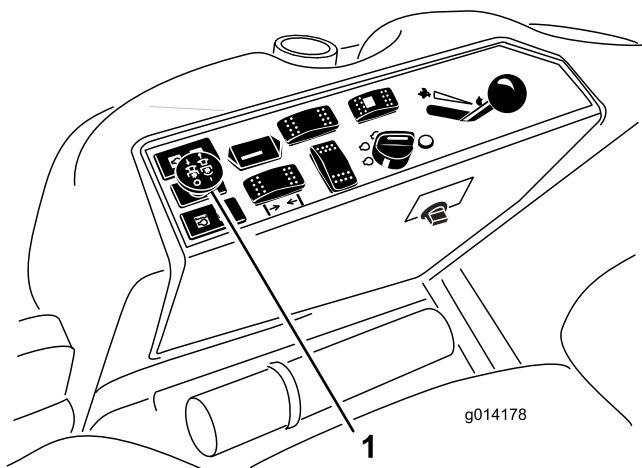

Figure 12
3. Tirez sur la commande de PDF pour engager la PDF (Figure 12).